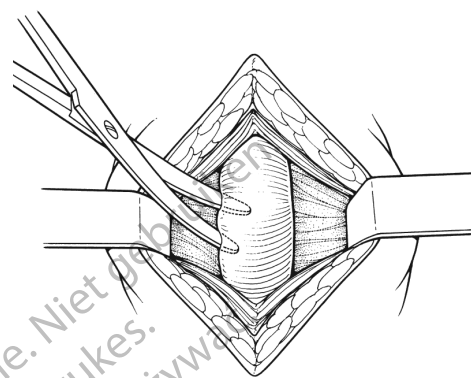

Figura 4-6. Disecați mușchiul bulbo-cavernos
2. Faceți o incizie perineală mediană și efectuați o disecție boantă a mușchiului bulbo-cavernos din jurul uretrei bulbare. (**Figura 4-6**)